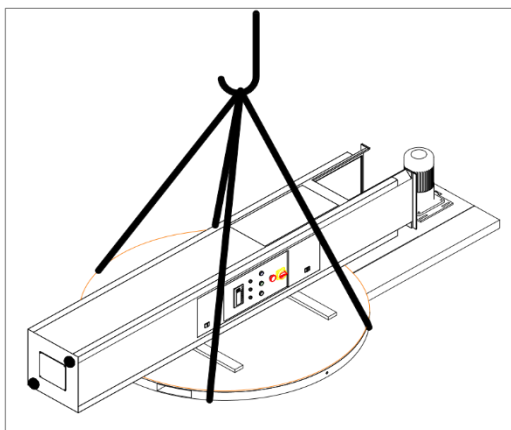

FIG 2-9
1. После снятия упаковки перенесите машину к месту установки с помощью крана (рис. 2-9).